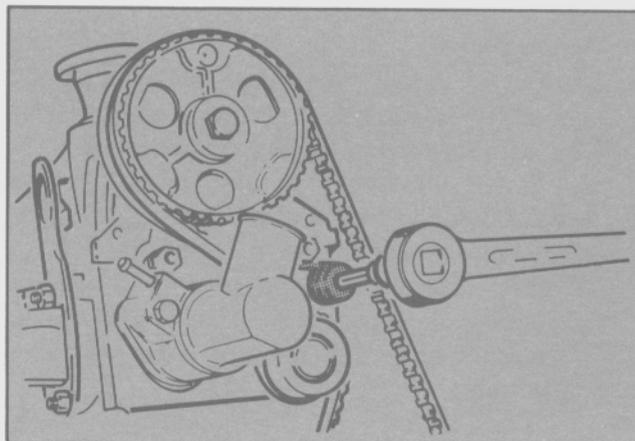

Fig. 71 - Desmontaje de la correa dentada
- Aflojar el tensor de la correa dentada con la herramienta T84G-8A616-BAS (Fig. 71), vencer la tensión del resorte de la herramienta T84G-6273-BAS y ajustar el tensor.